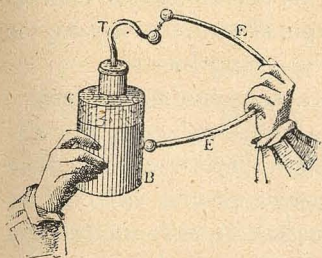

Fig. 176.—Descarga instantánea.
*Descarga instantánea.*—Se descarga *instantáneamente*, poniendo en comunicación las dos armaduras por medio de un instrumento llamado *excitador* (fig. 176).